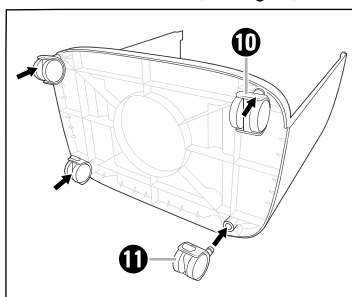

Fig. 1
- ◆ Montez les roulettes **10** sur le devant et les roulettes avec levier de blocage **11** au dos de la base de l'appareil **15**. Poussez les roulettes vers le bas dans les trous situés sur la base de l'appareil **15** jusqu'à ce qu'elles s'enclenchent de manière audible (voir fig. 1).